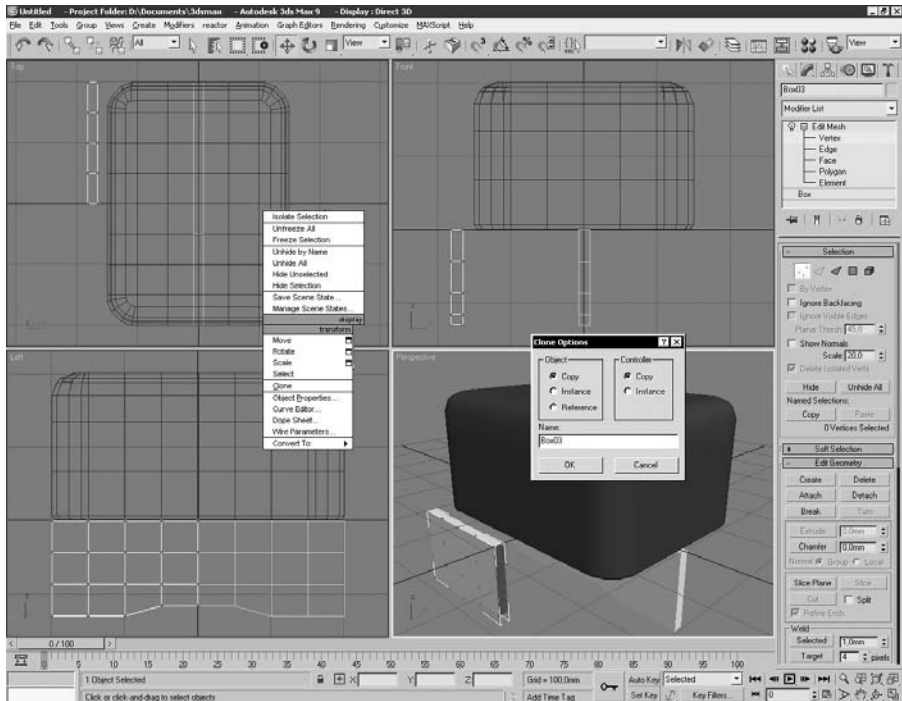

Рис. 4.6
12. Перейти на уровень подобъектов Vertex (Вершина), выделить все вершины, находящиеся правее середины детали, и удалить их — от детали останется ровно половина (рис. 4.6).